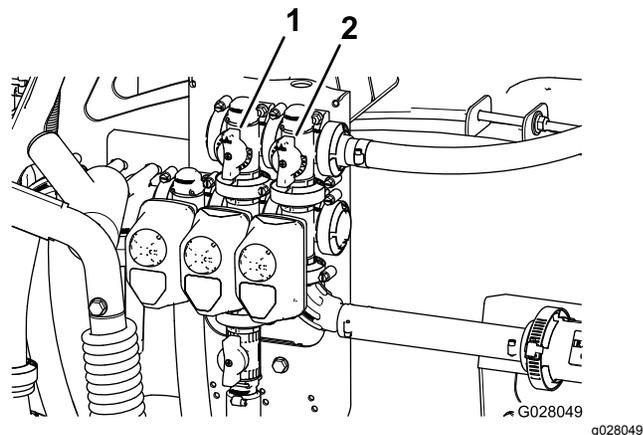

图20
11. 调节搅拌阀背面的搅拌旁通阀图20直至压力表上的读数为 6.9bar(100 psi)。
9. 调节主喷洒臂段旁通阀手柄控制药缸中的搅拌量图20。